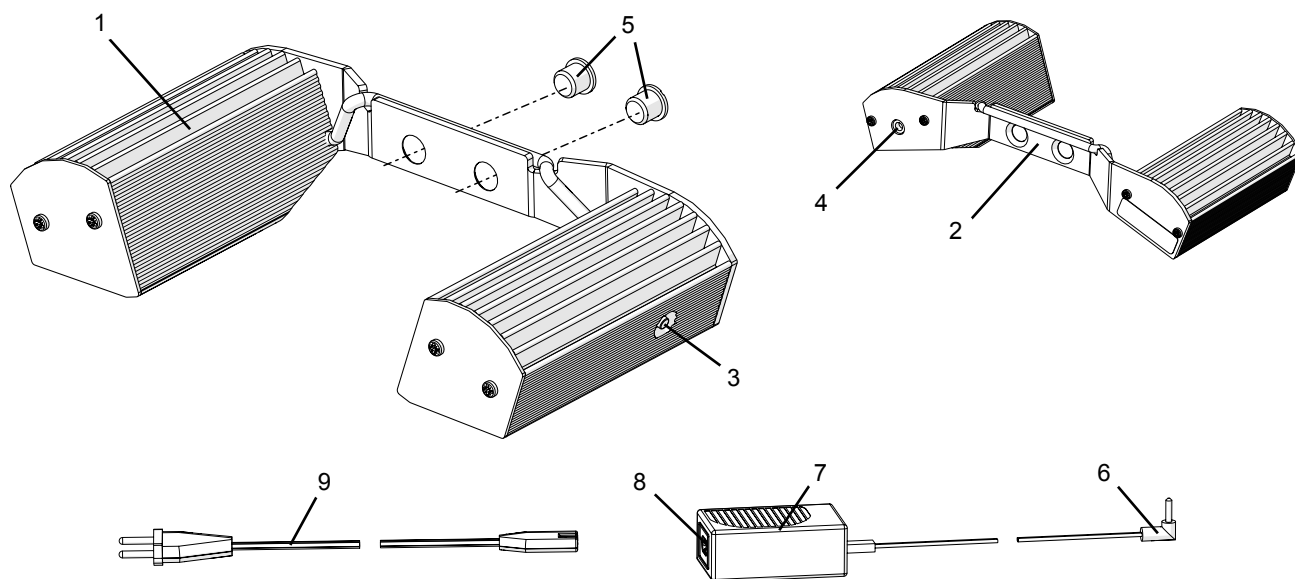

рис. 1
- ⇒ Вставьте сетевой кабель (9, рис. 1) в гнездо для подключения к сети (8, рис. 1) блока питания (7, рис. 1).
С помощью кнопки Вкл./Выкл. (3, рис. 1) можно включать и выключать светодиодную подсветку и понижать (приглушать) интенсивность освещения.